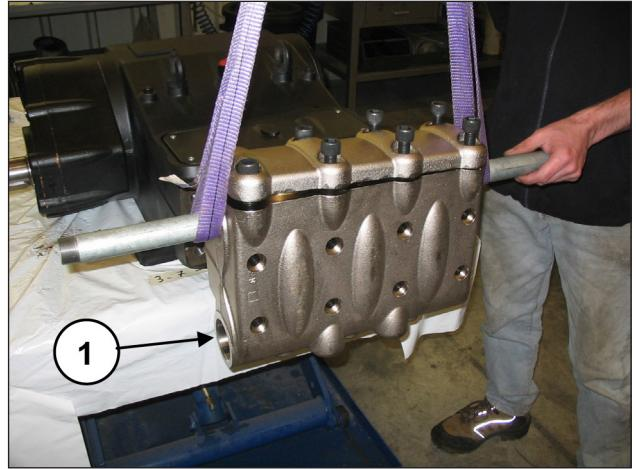
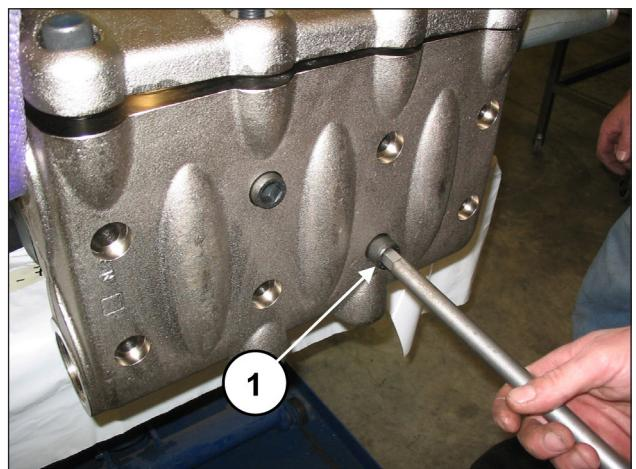

Рис. 117
Рис. 118
Установите головку на картер насоса (поз. ①, Рис. 117), следя за тем, чтобы не задеть поршни, и завинтите 8 винтов M16x180 (поз. ①, Рис. 118).
Затягивайте 8 винтов M16x180, начиная с 4 внутренних винтов перекрестным способом (см. Рис. 117), затем перейдите к 4 внешним винтам, также затягивая их крест-накрест.